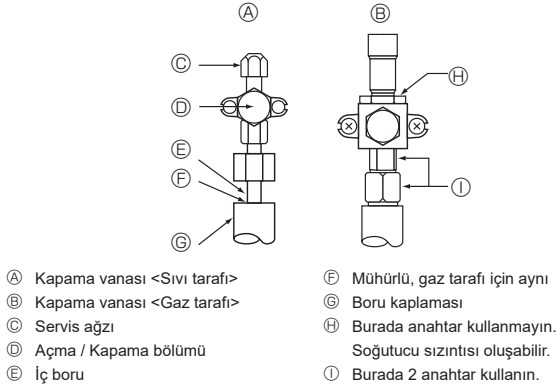

Fig. 4-5
4.4. Soğutucu borusu hava sızdırmazlığı test yöntemi (Fig. 4-5)
- Basınç (2) ve (3) adımımda düşerse, gaz kaçağı var demektir. Gaz kaçağının kaynağını araştırın.